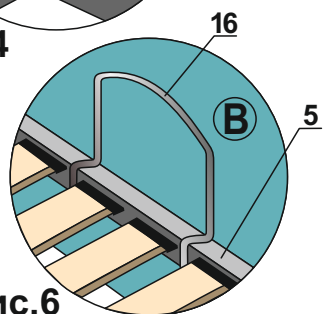

рис.6
10. Установка матрасодержателей (см. рис.6)